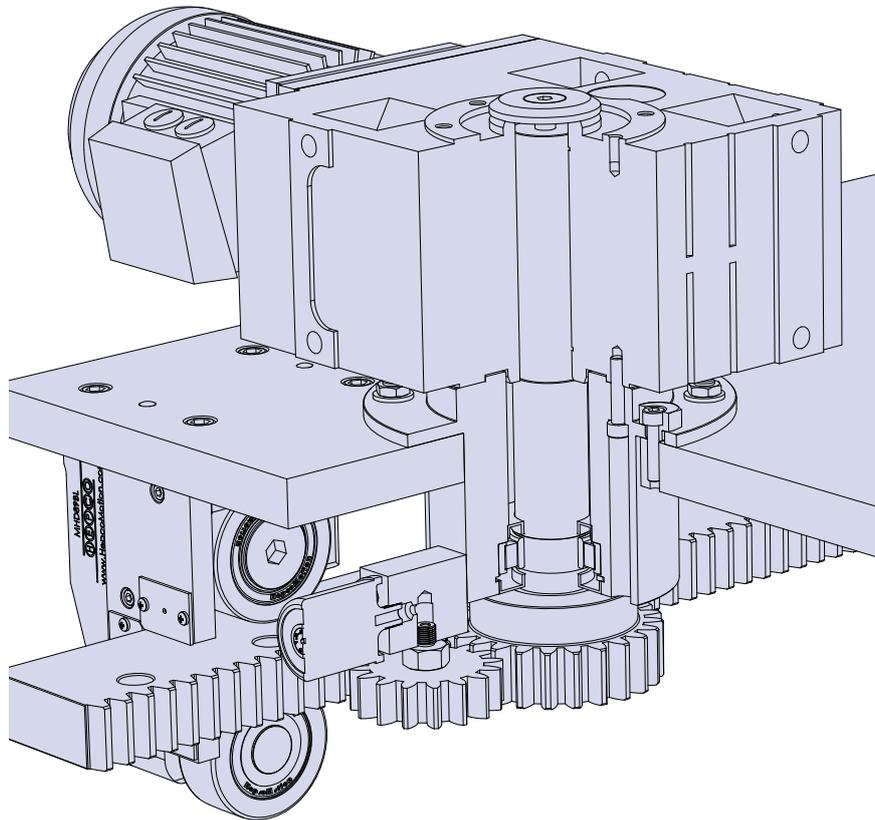

Abb. 10
29. Für Systeme, die über eine Zahnstange angetrieben werden, muss das Ritzel korrekt zur Zahnstange eingestellt werden. Um dies zu ermöglichen, ist das Ritzel mit einer Einstellvorrichtung ausgestattet. In Abb. 10 ist ein angetriebener Laufwagen mit integrierter Einstellvorrichtung zu sehen. Das Ritzel wird zur Zahnstange über eine exzentrische Buchse eingestellt. Unter normalen Umständen sollte ein minimales Umkehrspiel zwischen Zahnstange und dem Ritzel eingestellt werden. Dies kann leicht bei festgesetztem Laufwagen durch Drehen des Ritzels überprüft werden. Empfohlen wird ein lineares Umkehrspiel von 0,1 mm, was einem Winkelspiel von $0,12^\circ$ entspricht.